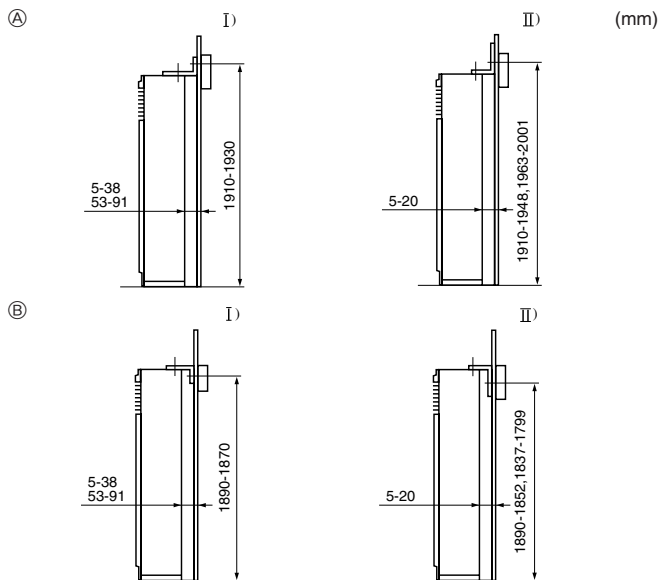

Fig. 3-3
- ① Beveiligingsbeugel
De beveiligingsbeugel ① bevindt zich aan de bovenkant van het apparaat. Verwijder de zelftappende schroeven ② en plaats de beveiligingsbeugel hierna zoals getoond in de afbeelding. Zie Fig.3-3 voor de juiste afstanden bij installatie van de beveiligingsbeugel.
3.3. Aanbrengen van de beveiligingsbeugel (Fig. 3-3)